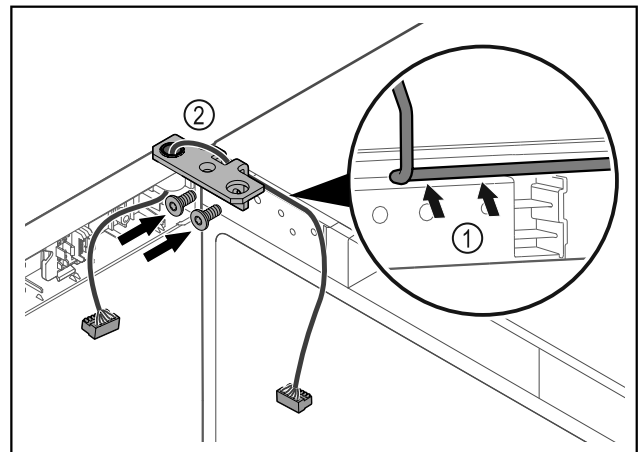

Fig. 36
- ▶ Kabel durch die Ausparung des Scharnierwinkels führen und vorsichtig verlegen Fig. 36 (1).
- ▶ Scharnierwinkel Fig. 36 (2) anschrauben.